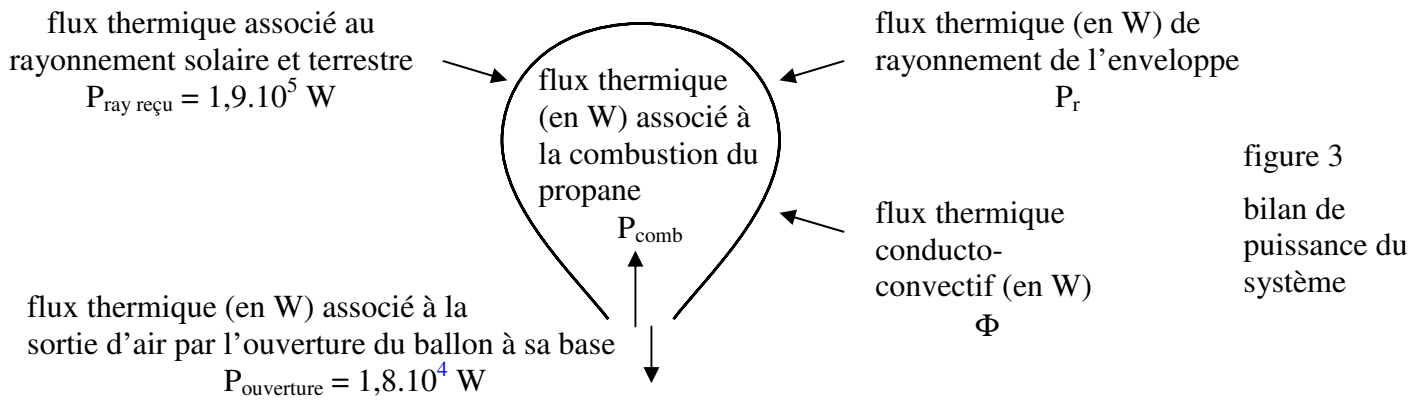

figure 3
La figure 3 présente les transferts thermiques qui ont lieu entre le système {ballon} et le milieu extérieur. On rappelle que le ballon représente l'enveloppe en nylon et l'air contenu à l'intérieur. En régime stationnaire, la montgolfière est en équilibre thermique.
2.2 A l'aide de la figure 3, établir une relation littérale entre les flux thermiques impliqués pour le système lorsque la montgolfière est à l'équilibre thermique.